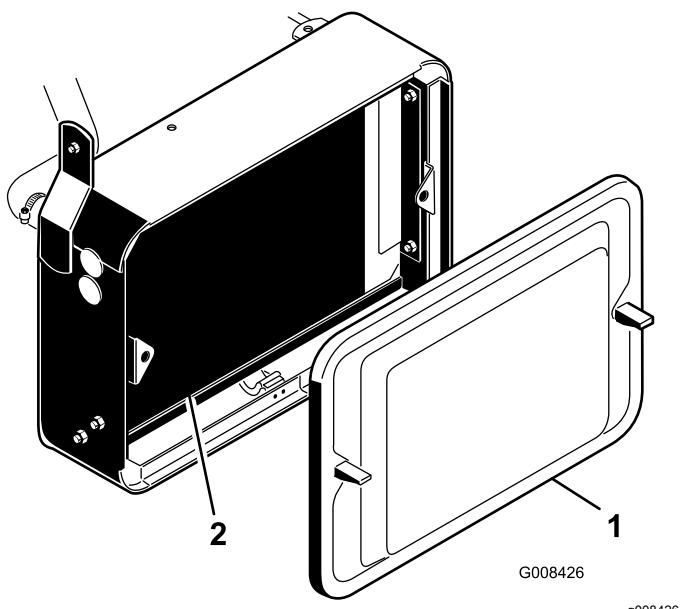

Figure 44
- Retirez l'écran du radiateur (Figure 44).